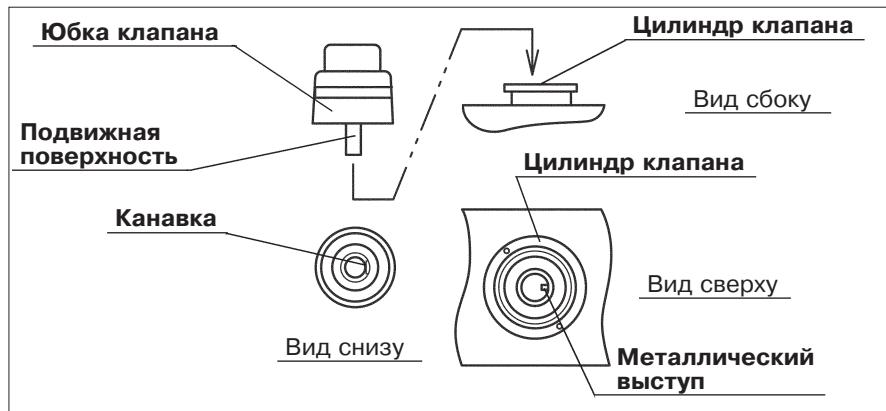

Рис. 3.11
3. Вставьте аспирационный клапан в отверстие цилиндра аспирационного клапана на эндоскопе (см. рис. 3.11 и 3.12). Убедитесь, что клапан полностью соответствует размерам цилиндра, без зазоров и вздутия юбки клапана.